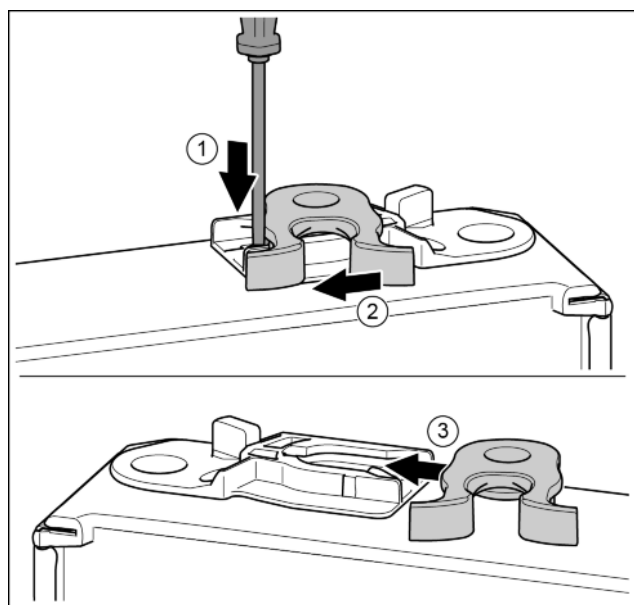

Fig. 19
- Nakładkę wcisnąć w dół przy pomocy śrubokręta. Fig. 19 (1)
- Hak zamykający wyjąć z prowadnicy. Fig. 19 (2)
- Hak zamykający wsunąć w prowadnicę znajdującą się z drugiej strony. Fig. 19 (3)